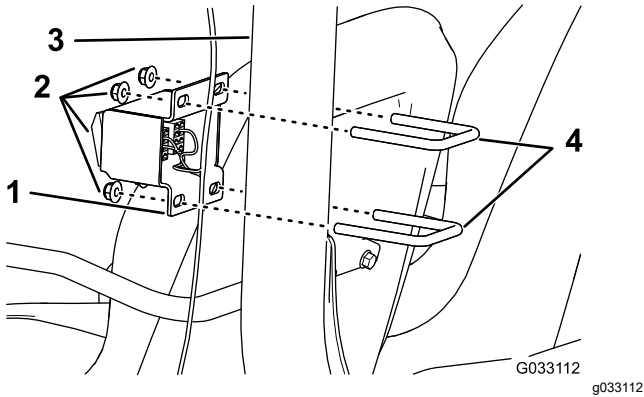

Figure 8
1. Sur le Multi Pro 1750 et le Multi Pro WM, montez le support de l'interrupteur à l'avant du système ROPS à l'aide de 2 étriers filetés ($\frac{3}{8}$ " x 2-7/16" x 2-13/16") et de 2 contre-écrous à embase ($\frac{3}{8}$ "), comme montré à la Figure 8.